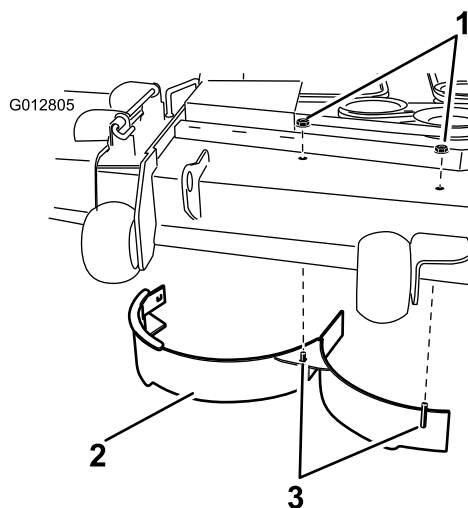

Figura 3
1. Instale el deflector derecho usando 2 tuercas (5/16"), como se muestra en la Figura 3. Apriete las fijaciones a mano.